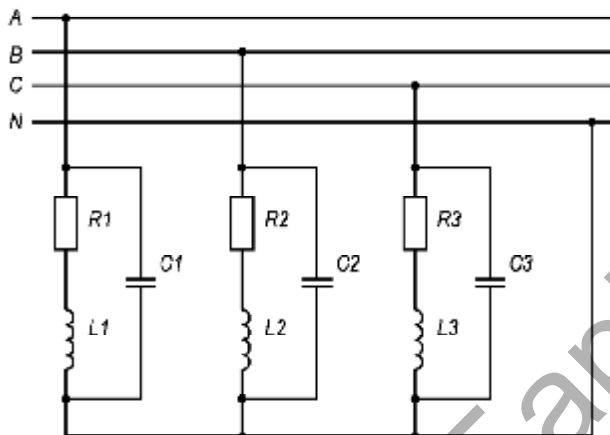

Рисунок 3.7
**Задача 3.5.** Составить схему цепи. Определить фазные токи, ток в нейтральном проводе, активную, реактивную и полную мощности и коэффициент мощности трёхфазной нагрузки (рис. 3.7), используя исходные данные таблицы 3.5.